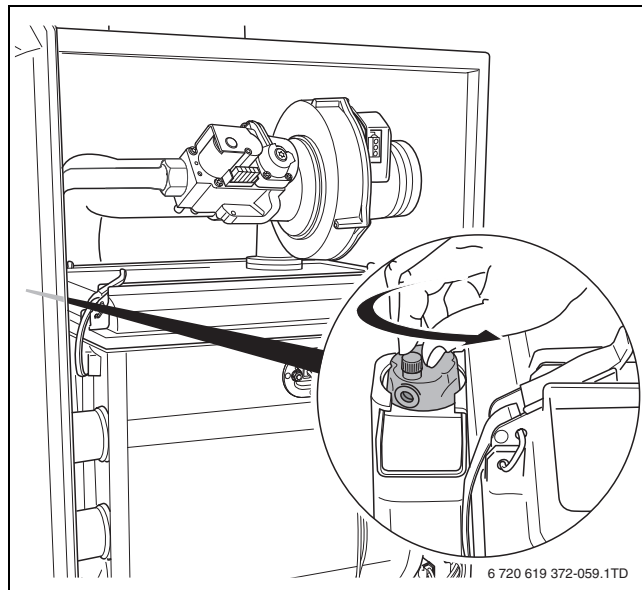

Fig. 55 Aprire il disaeratore automatico
La caldaia è dotata di un disaeratore automatico (→ fig. 55) che serve per lo sfiato della caldaia.
- Allentare di un giro la calotta di protezione al disaeratore automatico (→ fig. 55).